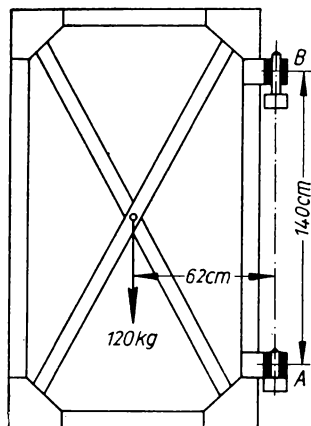

Bild 184
**316.** Eine 120 kg schwere Tür hängt nach Bild 184 an den Angeln  $A$  und  $B$  so, daß nur die untere Angel  $A$  senkrechte Belastung aufnimmt, während die obere in senkrechter Richtung Spiel gibt. Die an den Angeln auftretenden Kräfte sind durch Zeichnung zu ermitteln und durch Rechnung nachzuprüfen.